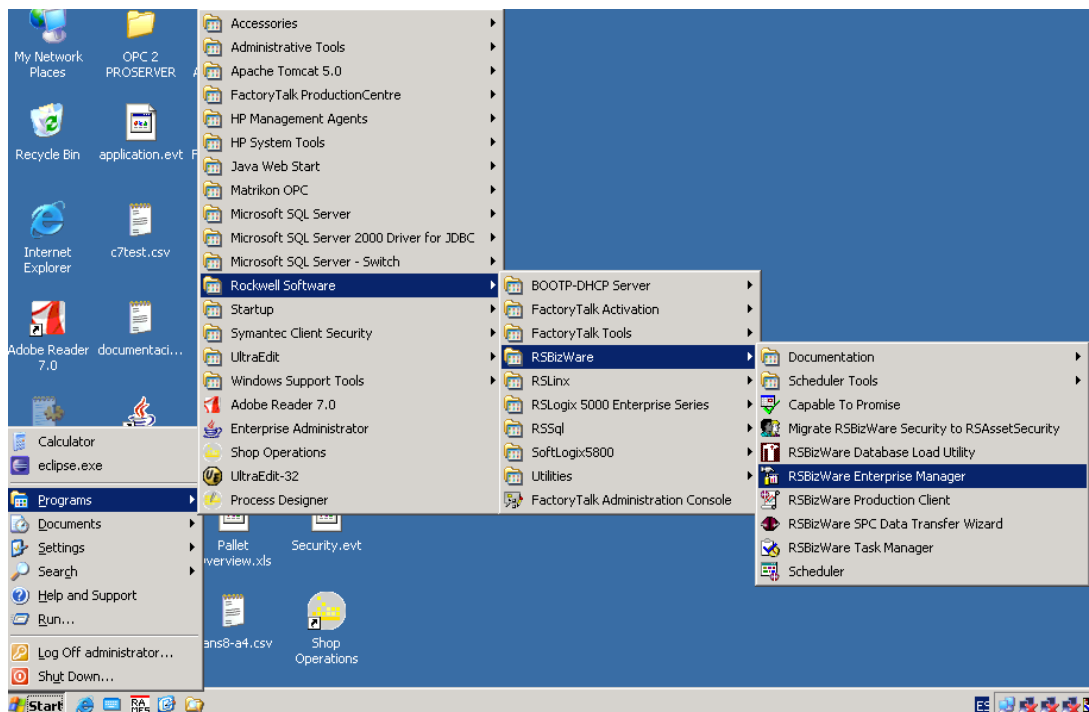

Imagen 47
18. – Concluidos los pasos anteriores, tenemos que ejecutar el programa RSBizWare Enterprise Manager (**Imagen 47**) mediante la ruta: